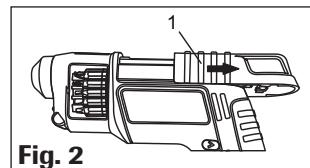

Fig. 2
1. Glisați glisorul (1) până la opritorul perceptibil în spate. (Fig.2)